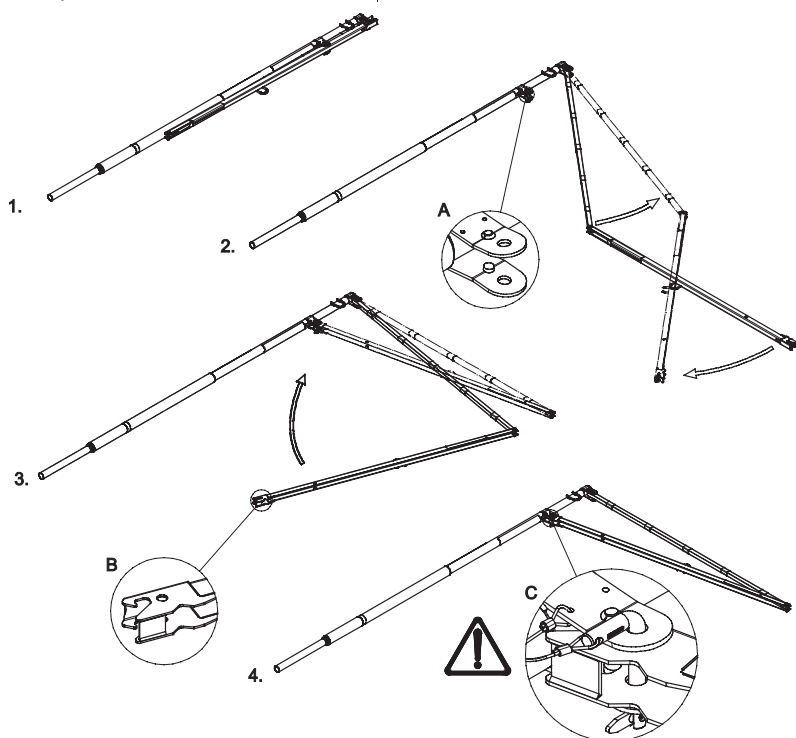

Figure 28. Processus d'assemblage de l'ancrage SkyReach au sol
- 10.1. L'assemblage de l'ancrage SkyReach depuis la position pliée s'effectue en quatre étapes faciles. Voir Figure 28: